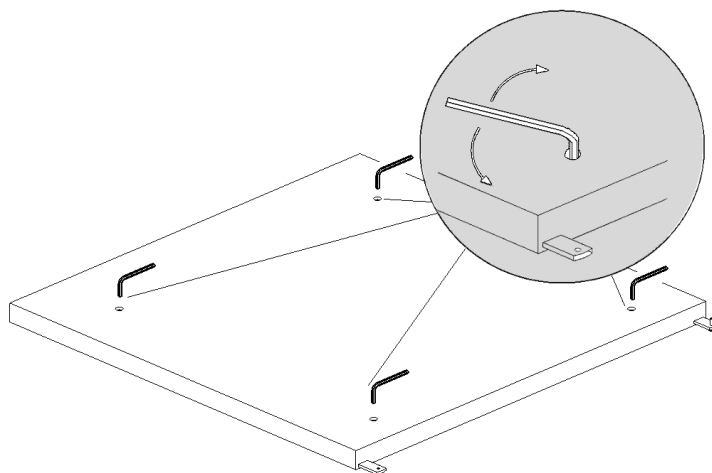

Fig. 2
- Colocare il **pannello del fondo** per terra e livellarlo (Fig.2);